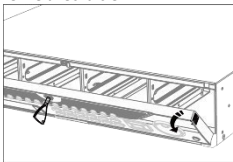

Figure 1-8 Ouvrez le panneau frontal
Step 2 Utilisez une clé pour déverrouiller le panneau frontal et appuyez sur les boutons des deux côtés pour ouvrir le panneau frontal. Reportez-vous à Figure 1-8.